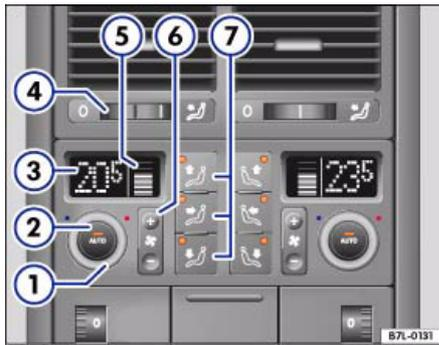

Abb. 90 In der Mittelkonsole hinten: Bedienelemente der 4C-Climatronic (hinten)
- Drehen Sie den Temperaturregler ⇒ Abb. 90 ①, um die Temperatur für die linke Seite einzustellen.
- ① Temperaturregler für die linke Seite ⇒ Seite 123
- ② **AUTO** – automatische Temperatur-, Gebläse- und Luftverteilungsregelung für die linke Seite ⇒ Seite 123
- ③ Anzeige der gewählten Innentemperatur für die linke Seite. Sie können zwischen Grad Celsius und Grad Fahrenheit umschalten ⇒ Seite 15.
- ④ Rändelrad zum Öffnen oder Schließen der Luftaustrittsdüse oberhalb des Rändelrades.
- ⑤ Anzeige der Gebläsestufe links ⇒ Seite 124
- ⑥ Tasten **+** und **-** zum Einstellen der Gebläsestufe links ⇒ Seite 124
- ⑦ Luftverteilertasten linke Seite:
Die Tasten in der rechten Bildhälfte ⇒ Abb. 90 gelten entsprechend für die rechte Fahrzeugseite.